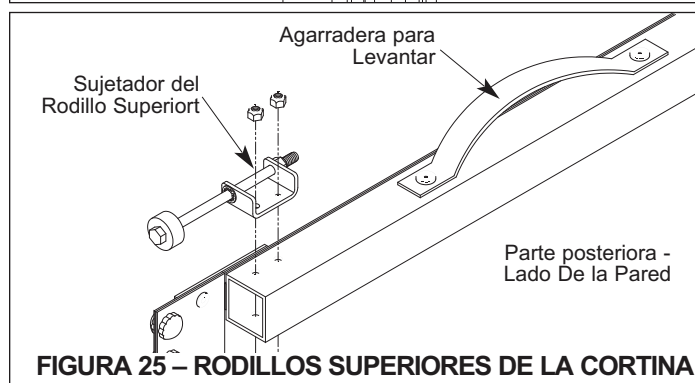

FIGURA 25 – RODILLOS SUPERIORES DE LA CORTINA
3. En las FasTrax FR es requerido y en el modelo FasTrax, puede que se requiera quitar ambos rodillos para correrla a través de los engranajes impulsores (dos pernos de 11mm), Figura 25.
5. Posicionar la cortina para que la orilla de arriba con el metal esté de frente a la pared, Figura 25.